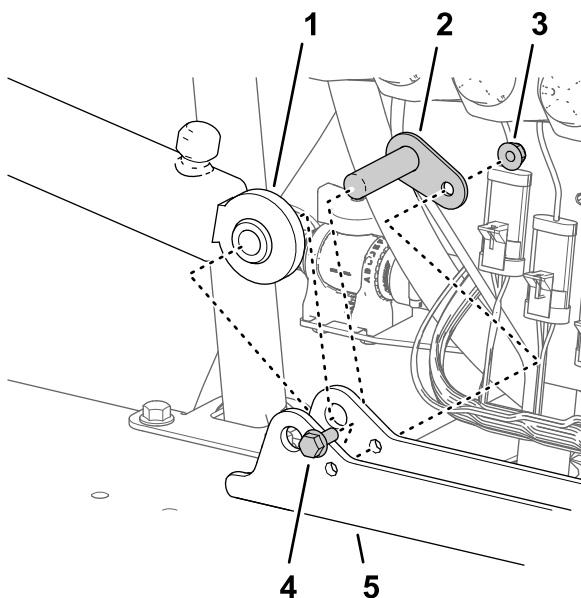

Figure 117
1. Placez l'extrémité fixe du vérin de levage que vous avez retiré à l'opération 3 de Dépose des vérins de levage \(page 24\) en face du trou de 16 mm du support de vérin (Figure 117).
- Fixez le vérin à son support avec l'axe de pivot, le boulon à embase et l'écrou à embase (Figure 117).